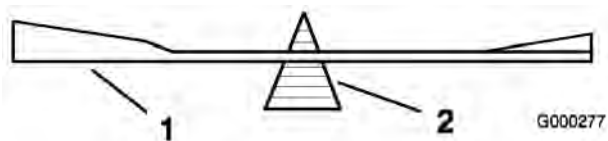
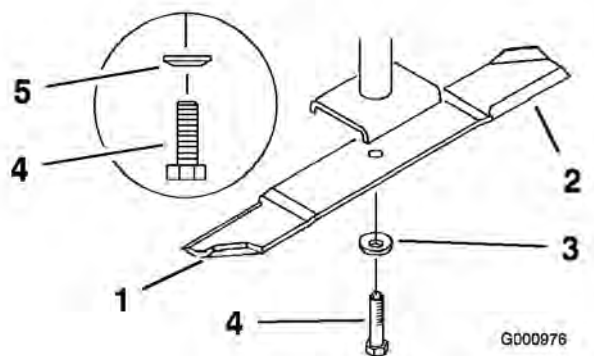

Figure 67
Figure 68
2. Retirez de l'axe le boulon, la rondelle élastique et la lame (Figure 68).
2. Vérifiez l'équilibre de la lame en la plaçant sur un équilibreur (Figure 67). Si la lame reste horizontale, elle est équilibrée et peut être utilisée. Si la lame est déséquilibrée, limez un peu l'extrémité de la partie incurvée seulement (Figure 68). Répétez la procédure jusqu'à ce que la lame soit équilibrée.
1. Placez la lame sur l'axe (Figure 68).
2. Installez la rondelle élastique et le boulon de la lame. Le cône de la rondelle élastique doit être dirigé vers la tête du boulon (Figure 68). Serrez le boulon à 115-150 Nm (85-110 pi/lb).